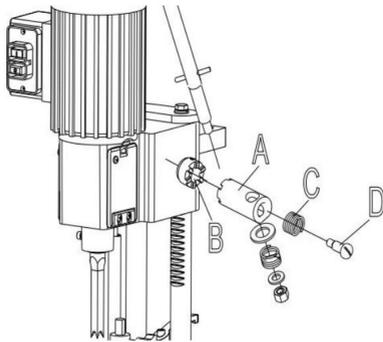

Abb. 2
1. Montieren Sie die Nabe der Griffbaugruppe (A) Abb. 2 am Ende der Ritzelwelle (B) und befestigen Sie den Griff mit der Spezialschraube (C) und der Feder (D) an der Ritzelwelle.